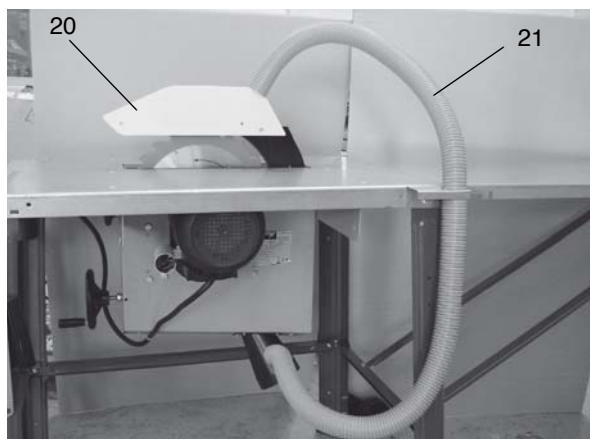

Fig. 20 : Tuyau, hotte et buse d'aspiration
- Figure 20 : Branchez le tuyau d'aspiration (21) sur la hotte d'aspiration (20) et la buse d'aspiration.